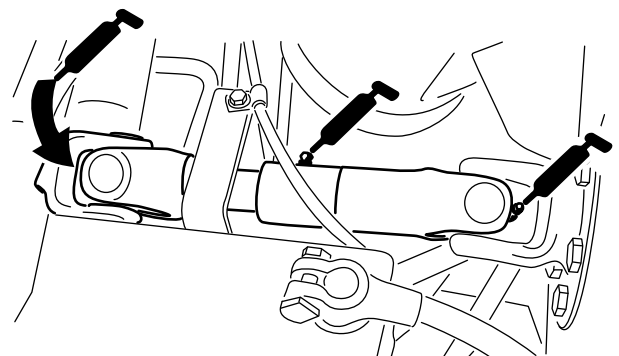

Figure 46
- Joint de cardan d'arbre d'entraînement de pompe (3)—Figure 46